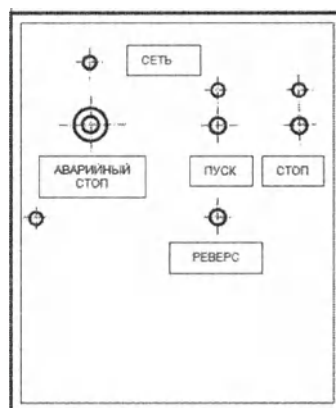

Рис.8 Основной шкаф управления измельчителем
10.3.9 Проверить работу органов управления основного шкафа управления измельчителем (см. рис.8):